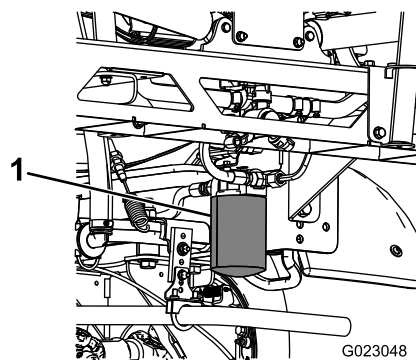

Figura 40
- Retire o filtro (Figura 40).